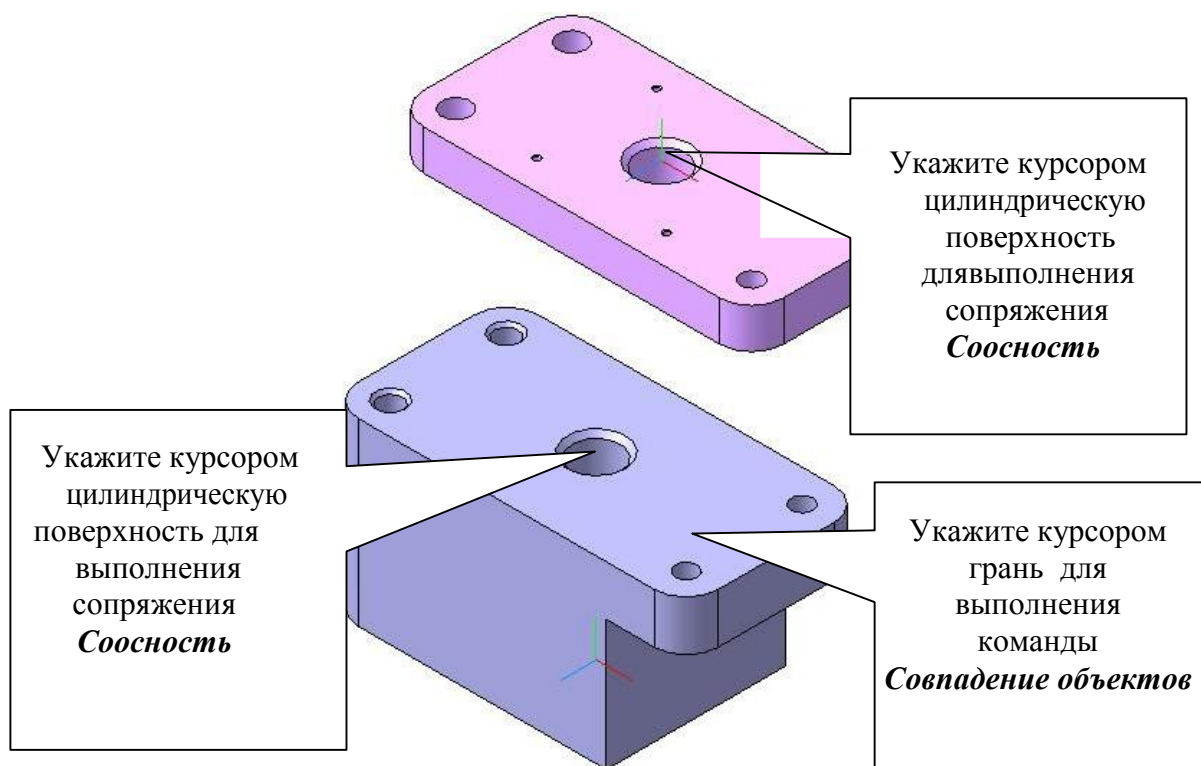

Рис. 8
2) Нажмите кнопку **Добавить из файла**  на панели **Редактирование сборки**  и откройте модель «Плита». Установите деталь в произвольном положении, рис. 8. Деталь можно перемещать кнопками **Повернуть компонент**  и **переместить компонент** . Для точной установки детали в сборке необходимо выполнить сопряжения. Откройте панель **Сопряжения**  и нажмите кнопку **Соосность** .
Командой **Повернуть**  разверните две детали таким образом, чтобы было удобно выделять цилиндрические поверхности $\varnothing 24$ у двух деталей (на рис. 8 такое положение уже достигнуто).